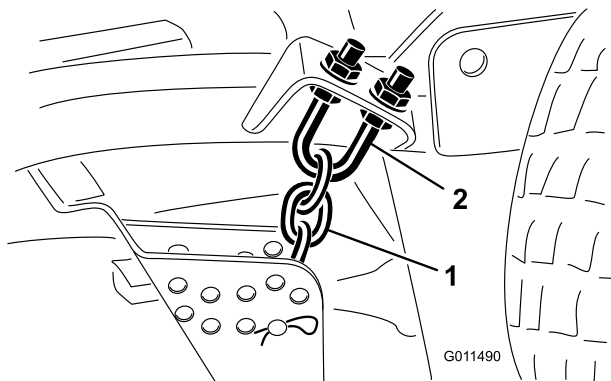

Рисунок 77
1. Ослабьте верхние или нижние контргайки на U-образном болте цепи высоты скашивания (Рисунок 77).